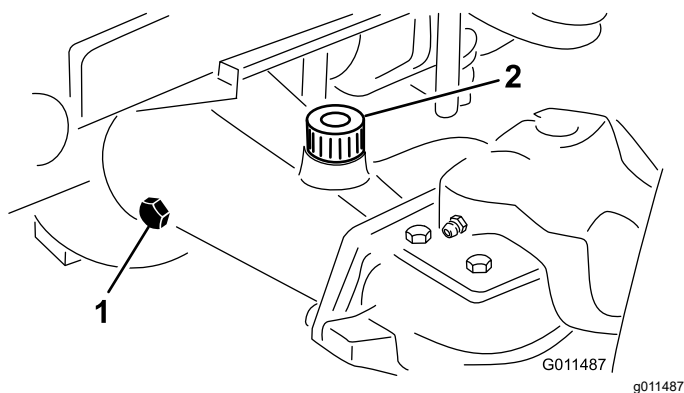

Figura 68
2. Retire un tapón de verificación de un extremo del eje y asegúrese de que el lubricante llega al borde inferior del orificio (Figura 68).